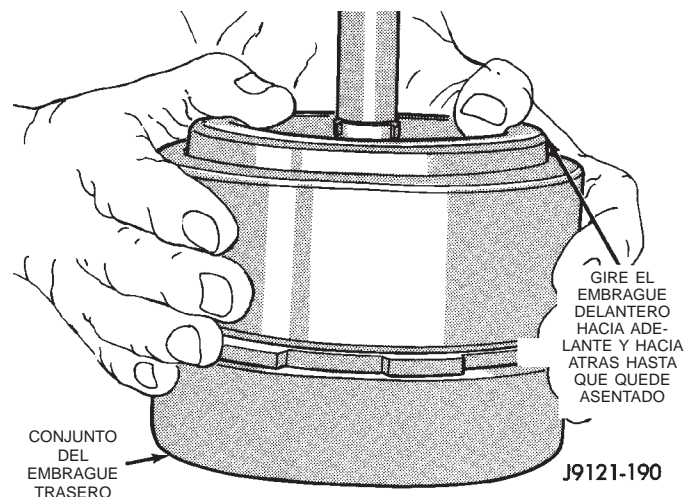

Fig. 100 Ensamblaje de las unidades de embrague delantero y trasero
- (d) Acople los dientes de la maza del embrague trasero con los dientes del embrague (Fig. 100). Gire el retén del embrague delantero hacia adelante y atrás hasta que asiente completamente en el embrague trasero.